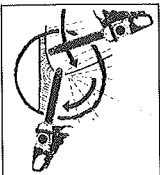

Fig. 11D
2. Lorsque le diamètre du bois à couper est supérieur à la longueur du guide-chaîne, effectuez 2 entailles comme illustré (Fig. 11D).